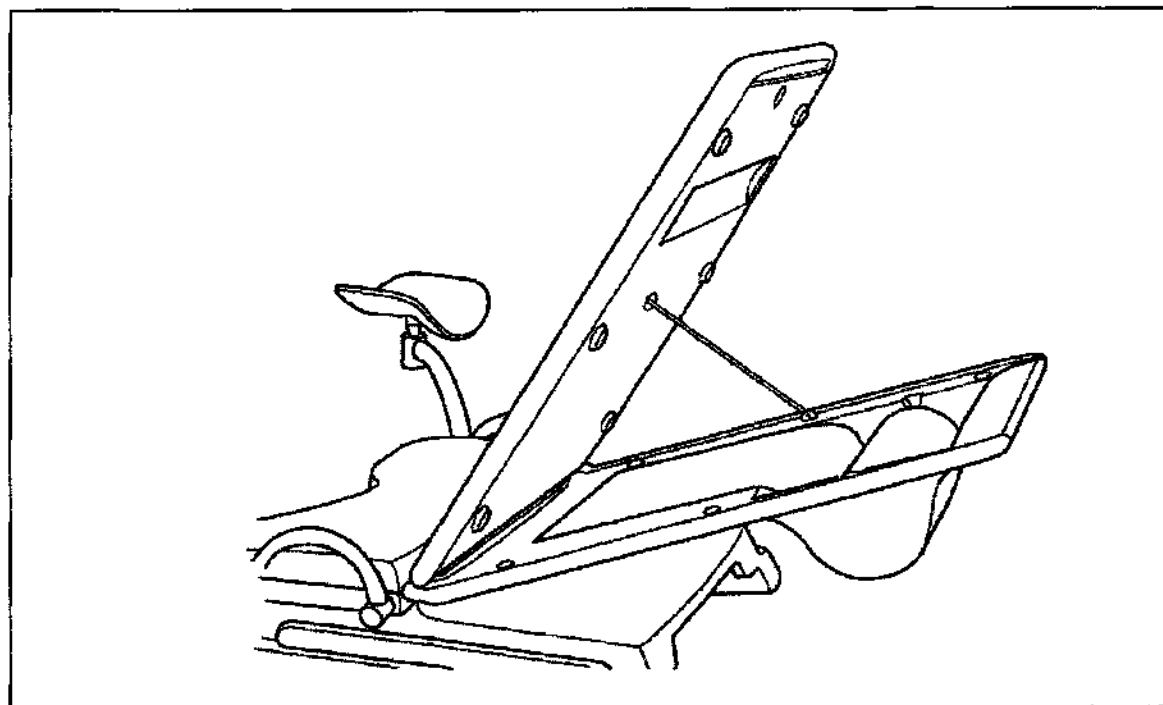

Рисунок 5.1
5.2 Замена бумажного рулона (рисунок 5.1)